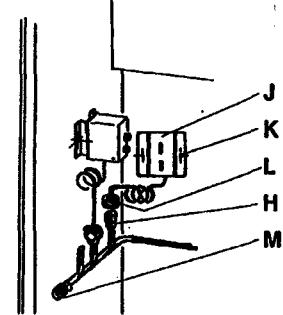

Рис.3
- Задайте время задержки D (EB11) в регистре клемменой планки Х (следующее за существующим временем задержки на электрической плате) (Рис. 3).